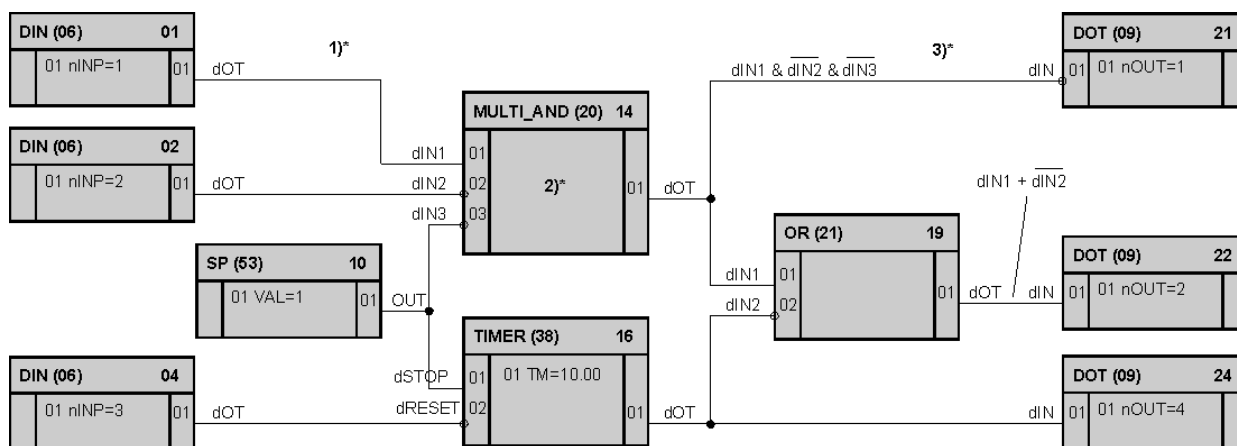

Рисунок 4.6 - Пример конфигурирования
На рис. 4.6 представлен пример конфигурирования.
На рис. 4.6 представлены различные примеры и варианты конфигурирования:
3) Выходной сигнал функционального блока многовходового И 14-MULTI_AND(20)-03 подается на 1-й дискретный выход контроллера, для чего на вход 01 блока дискретного выхода 21-DOT(09) подключен 01 выход блока многовходового И 14-MULTI_AND(20)-03. Сигнал на входе 01 функционального блока дискретного выхода 21-DOT(09) инвертируется.
4) На рис.4.6 показана инверсия входов следующих функциональных блоков: